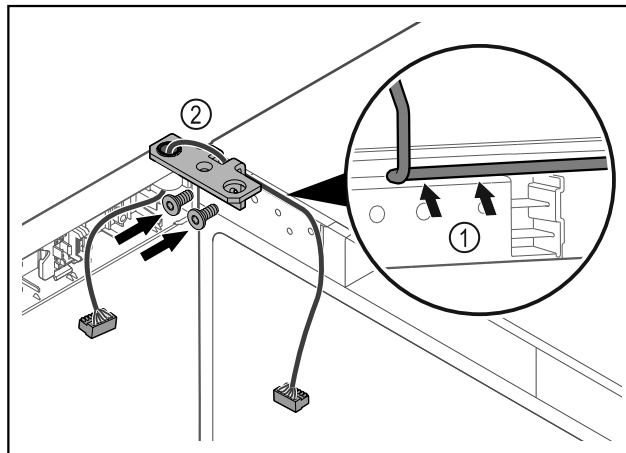

Fig. 39
- ▶ Lägga kabeln genom gångjärnsfästets urtag och dra den försiktigt Fig. 39 (1).
- ▶ Skruva fast gångjärnsfästet Fig. 39 (2).